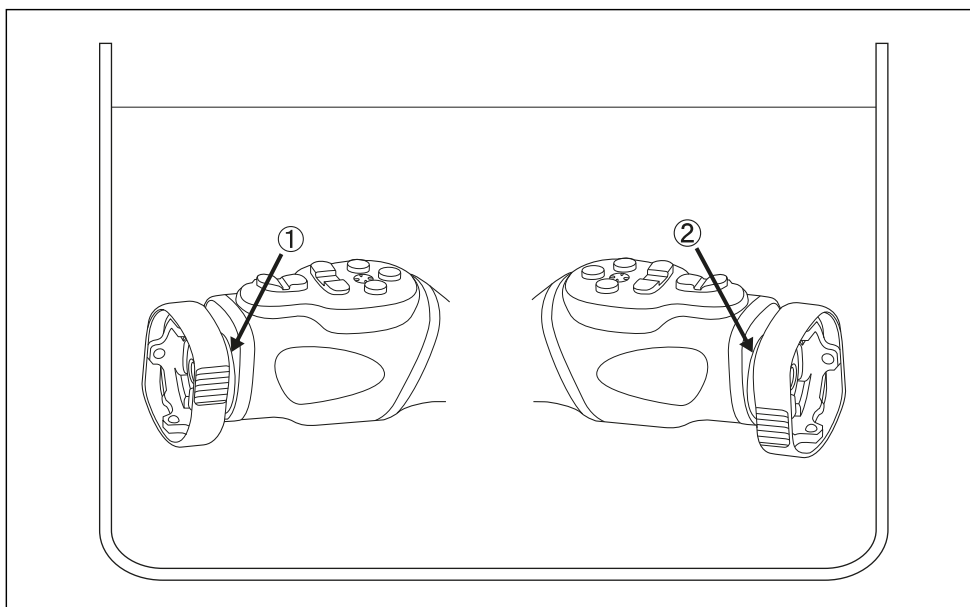

Figura 5.6
- 6 Spălați cu soluție de detergent prin cele 2 orificii dintre inelul de blocare al endoscopului și corpul principal al capului de cameră, indicate de săgeți, folosind seringă curată de 30 ml, în timpul scufundării în soluție de detergent, până când toate resturile sunt evacuate. (Vezi figura 5.6)
- 4** Spălați cu soluție de dezinfectant prin cele 2 orificii dintre inelul de blocare al endoscopului și corpul principal al capului de cameră, indicate de săgeți, folosind seringă curată de 30 ml, în timpul scufundării în soluție de dezinfectant, până când toate bulele de aer sunt evacuate. (Vezi figura 5.6)